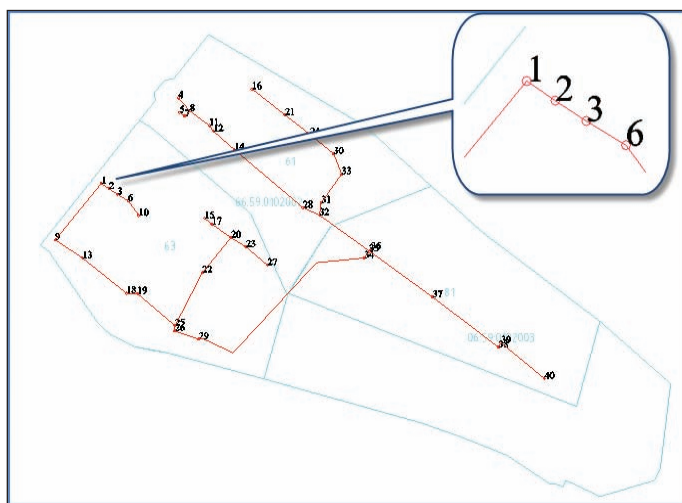

Рис. 5. Результат применения команды *Упорядочить номера контуров и точек*
5. В процессе создания объекта "Сооружения" программа автоматически нумерует вершины его контуров, начиная с первой созданной. После применения команды *Упорядочить номера контуров и точек* характерные точки контура нумеруются по часовой стрелке — начиная с точки, расположенной в северо-западной части плана (рис. 5).